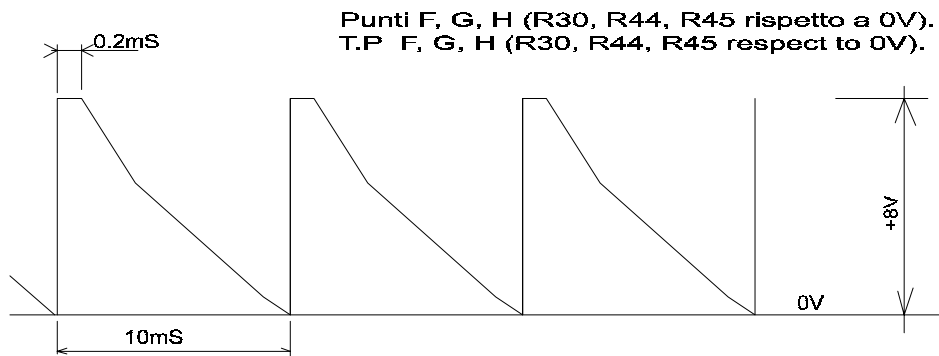

Figura 7.1 - Rampa a dente di sega
- Punto H rispetto a 0V - forma d'onda di figura 7.1 (idem per F-G)
Collegare l'oscilloscopio sui punti F-G-H (R30, R44, R55); deve essere presente la forma d'onda di figura 7.1. Controllare che sul piedino 16 siano presenti gli impulsi di sincronizzazione di fig. 7.2. Collegare l'oscilloscopio sul piedino '-' di D12, D15, D17 successivamente; con riferimento a +10V devono essere presenti gli impulsi d'innesco, come in fig. 7.14: invertire il riferimento; lentamente gli impulsi d'innesco dovranno spostarsi verso destra (in ritardo) e scomparire.